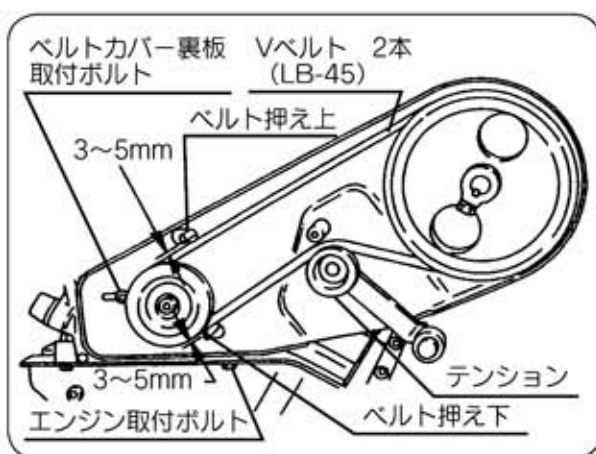

図28
- ①エンジンの取付ボルト（4本）、ベルトカバー裏板取付ボルト（1本）を緩めてください。（図28）
- ②Vベルトの張りを調整しながらエンジン位置を後方に下げてください。
- ③ベルト押え上下を調整してください。